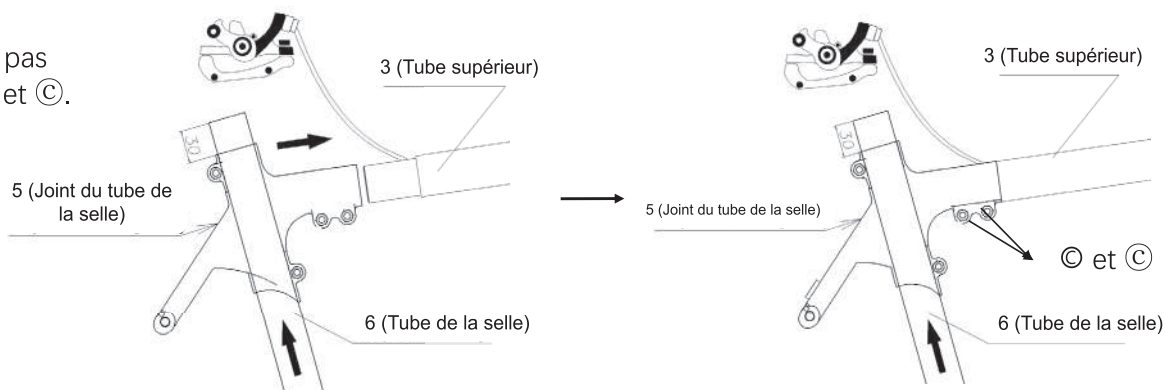

Figure 11.
a. Insérez la pièce 3 dans la pièce 5, comme indiqué sur la Figure 11.